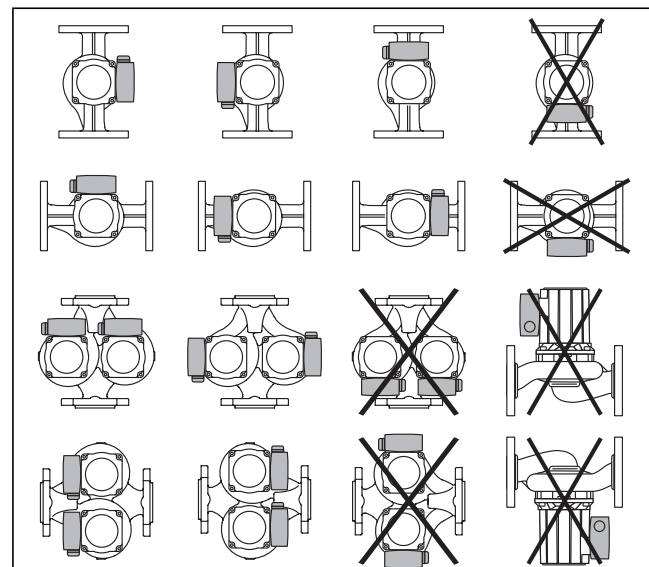

Fig. 6.2 Posiciones de montaje
- Efectuar el montaje sin tensión con el eje de la bomba en posición horizontal (consultar las posiciones de montaje en la fig. 6.2).